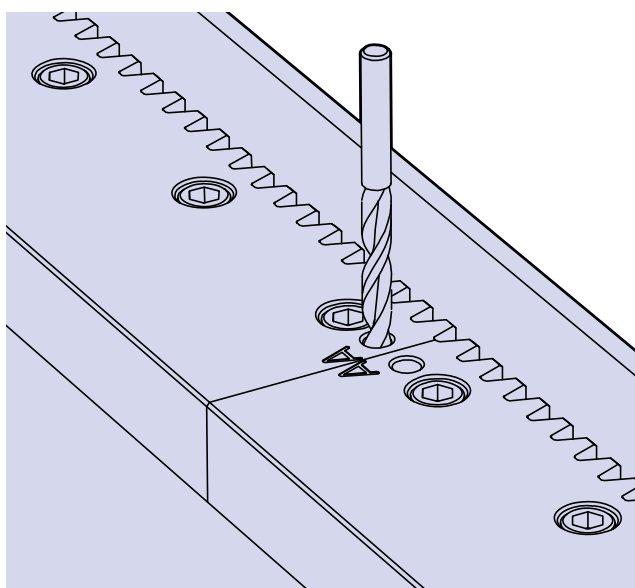

Figura 7
22. Con las posiciones de las guías confirmadas, hay que colocar espigas para evitar cualquier movimiento posterior cuando estén siendo utilizadas. Para hacerlo, taladre agujeros de $\varnothing 9,8$ en el extremo de cada guía, hasta la superficie de montaje y pase un escariador de $\varnothing 10$ en ambas partes. Monte las espigas apropiadas. La Figura 7 muestra la posición de los agujeros para las espigas.